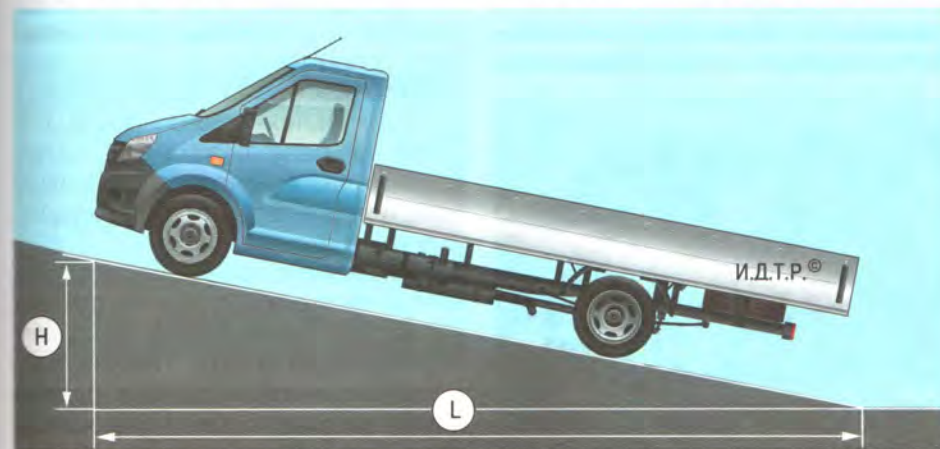

Рис. 9.6. Проверка стояночного тормоза
1. Для проверки правильности регулировки стояночного тормоза найдите вблизи места стоянки вашего автомобиля эстакаду или погрузочный пандус высотой H , равной 1,25 м, при длине въезда L , равной 5 м (рис. 9.6). Такое соотношение соответствует уклону 25%.